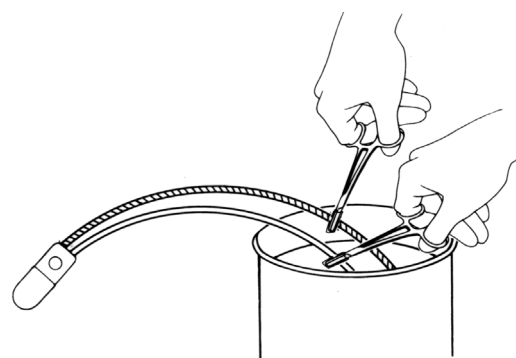

Figure 4-2b. Clamber la tubulure avec les extrémités dans une solution de remplissage
4. Tout en maintenant la tubulure immergée, clamber chaque tube à 4 ou 5 cm de l'extrémité (1 cran uniquement) à l'aide d'une pince hémostatique protégée par de la tubulure. **(Figure 4-2b)**